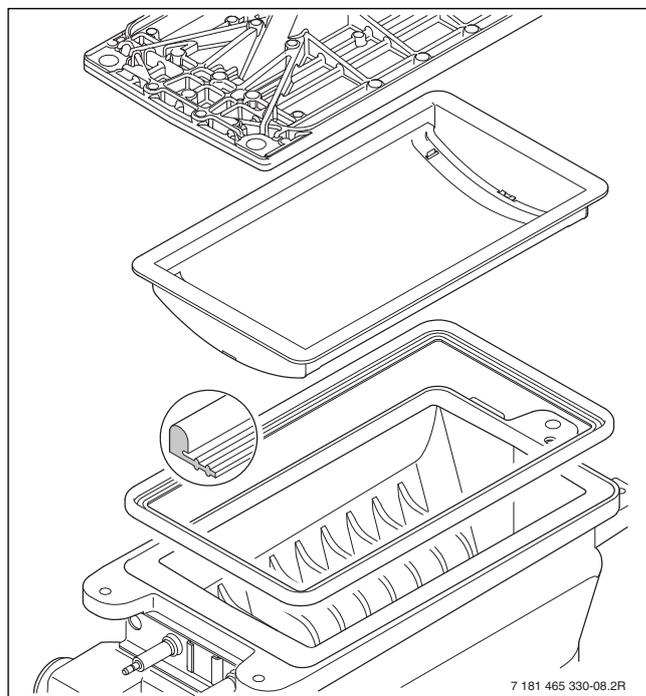

Fig. 69
- Estrarre il bruciatore e pulire i componenti (fig. 69).